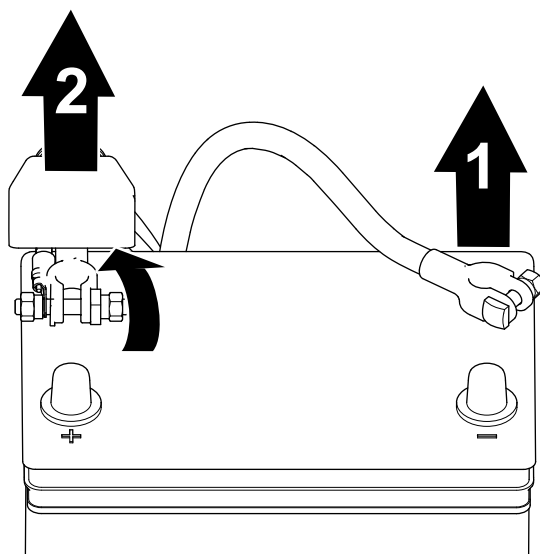

図 39
- バッテリー端子から、マイナスケーブルを外す 図 39。
- バッテリーのプラスケーブルについている絶縁カバーを外して、プラスケーブルをバッテリーから外す 図 39。